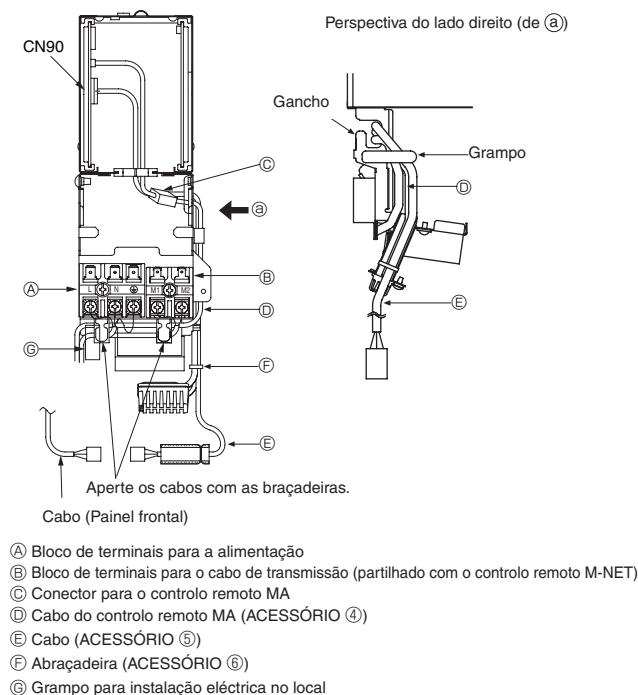

Fig. 5-1
5.1. Unidade interior (Fig. 5-1, 5-2)